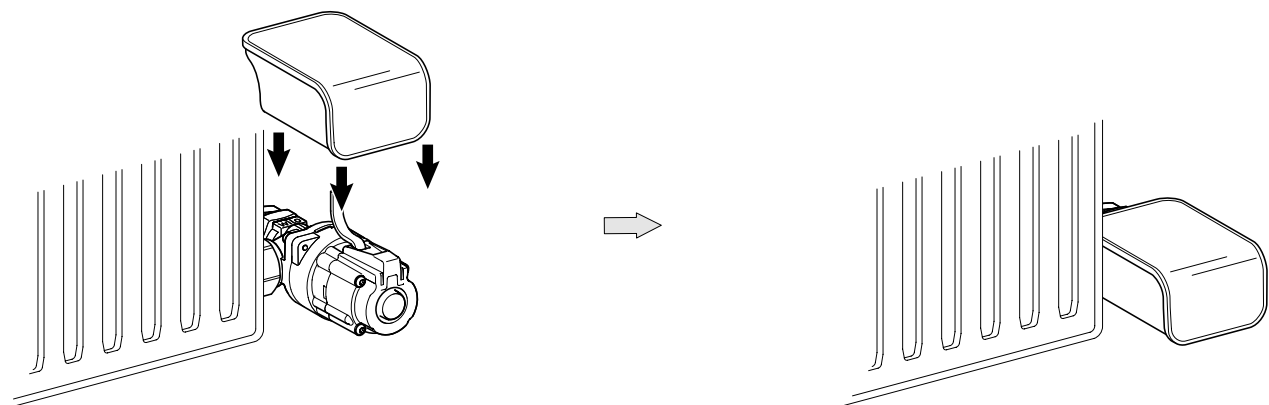

Fig. 17-4: Geniax Design Abdeckung MC für Pumpe/Adapter Set Eck/Winkel (Rücklaufadapter)
- Das Geniax Design Abdeckung MC für Pumpe/Adapter Set Eck bzw. Winkel gemäß Fig. 17-4 auf den jeweiligen Rücklaufadapter aufstecken.